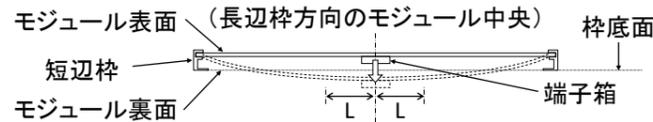

図3. モジュールのたわみ模式図(側面)
- 太陽電池モジュールはモジュール表面への荷重負荷により、図3のように凹状のたわみが生じます。その際、モジュールが架台や屋根などに接触すると破損する恐れがありますので、モジュール裏面と架台などとの間には十分な隙間を確保してください。また、端子箱と架台などとの接触を避けるため、 $L < 70\text{mm}$  (Lは長辺枠方向のモジュール中央からの距離) の範囲に架台などを配置しないでください。